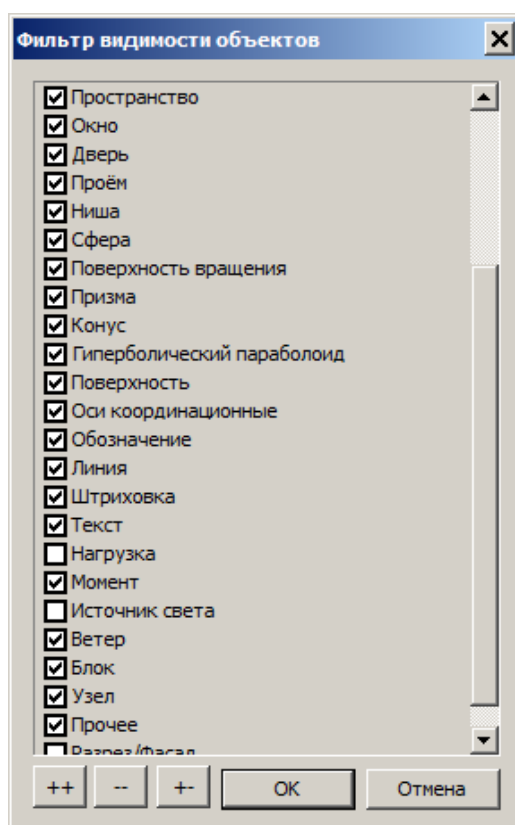

Рис.23.40. Диалоговое окно **Фильтр видимости объектов**
- Вызовите диалоговое окно **Фильтр видимости объектов** (рис.23.40) щелчком по кнопке  - **Фильтр визуализации** на панели инструментов **Визуализация**.